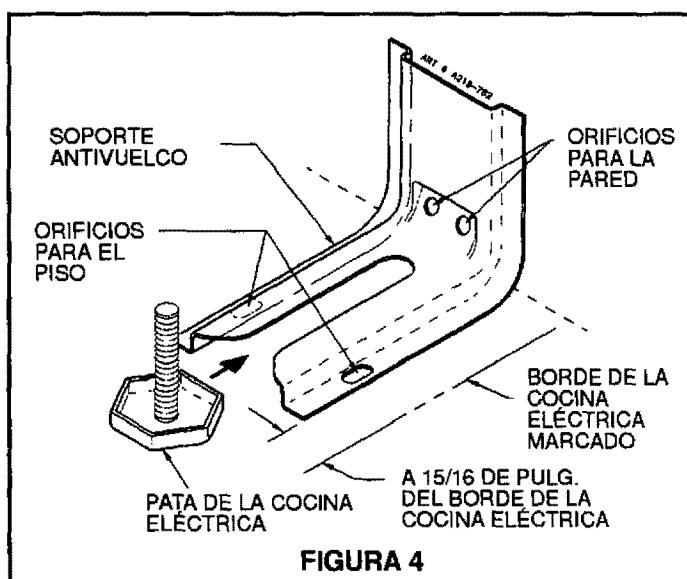
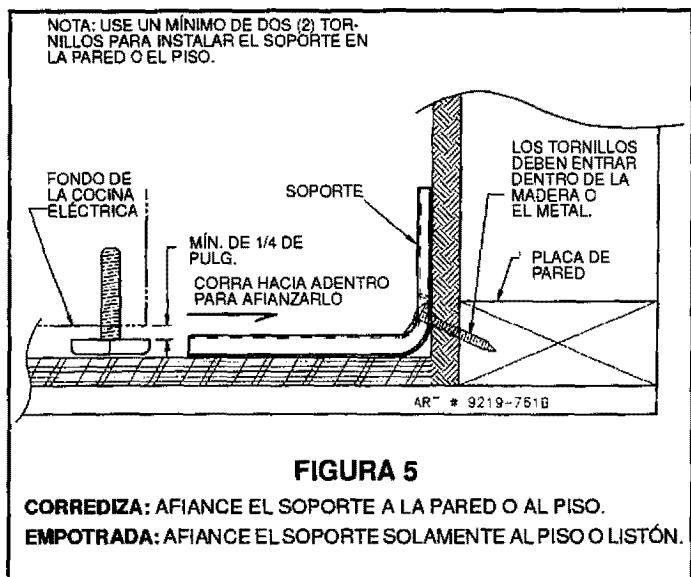

FIGURA 4
FIGURA 5
PASO 1 – Ubicación del soporte (Ver la Figura 4)
- B. Ponga el SOPORTE a 15/16 de pulgada del "BORDE" marcado, hacia el centro del orificio y contra la pared trasera, como se muestra en la figura 4.
- C. Use el soporte a modo de plantilla y marque los orificios necesarios, como se muestra en la figura 4, para el tipo de construcción que va a usar.
1. Piso: ubique el centro de los dos orificios identificados en la figura 4 como "ORIFICIOS PARA EL PISO". Perfore un orificio guía de 1/8 de pulgadas en el centro de cada orificio (se puede usar una puntilla o una lezna si no se dispone de una broca). Afiance el soporte ANTIVUELCO al piso con los dos tornillos suministrados. Proceda al Paso 3.
2. Pared: ubique el centro de los dos orificios identificados en la figura 4 como "ORIFICIOS PARA LA PARED". Perfore un orificio guía de 1/8 de pulgadas en ángulo en el centro de cada orificio, como se muestra en la figura 5 (se puede usar una puntilla o una lezna si no se dispone de una broca). Afiance el soporte ANTIVUELCO a la pared con los dos tornillos suministrados. Proceda al Paso 3.
1. Los tornillos idóneos para la construcción de hormigón se pueden comprar en la ferretería. Perfore en el hormigón el orificio del tamaño necesario para los tornillos comprados, en el centro de los orificios identificados en la figura 4 como "ORIFICIOS PARA EL PISO". Afiance el soporte ANTIVUELCO al piso. Proceda al Paso 3.
- B. Alinee la cocina eléctrica en el lugar designado y córrala hacia atrás a su lugar. **Nota:** se precisa de un despeje mínimo de 1/4 de pulgada entre la cocina eléctrica y la pata niveladora que se engranará con el soporte ANTIVUELCO. Ver la figura 5.